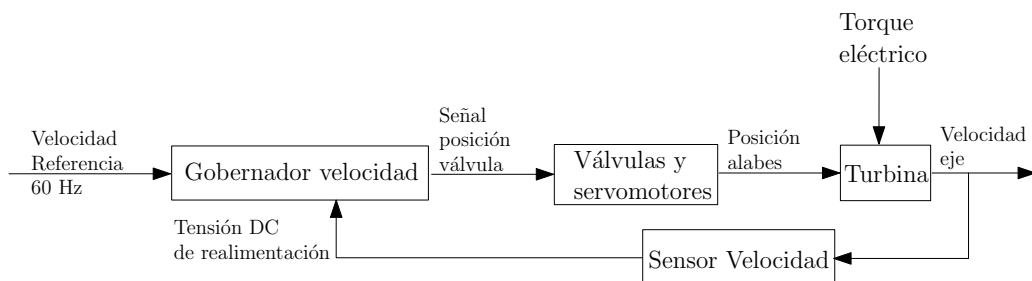

Figura 1.13: Bucla típica del controlador de velocidad
2. Sistema de control de velocidad: Ver figura 1.13.